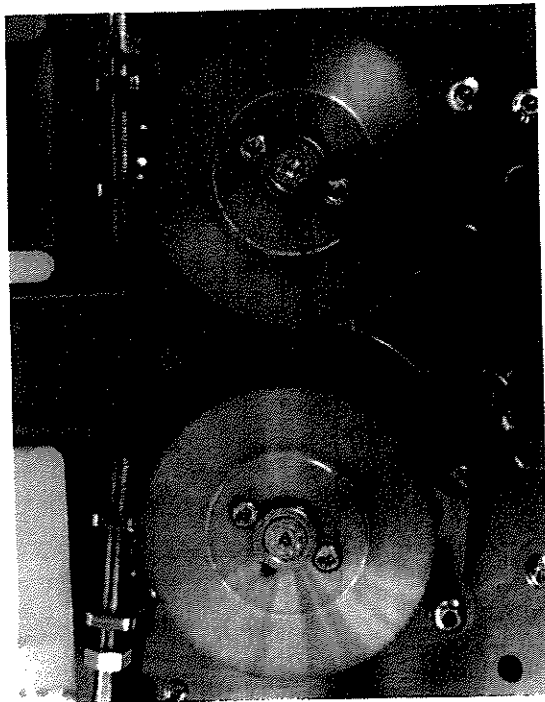

Fig. 4.8.2
3. L'ultima operazione da effettuare è la regolazione dei coltelli che viene effettuata agendo sui due pomelli "regolazione taglio coltelli" impostando la giusta incisione, in modo tale da tagliare completamente la guaina ma non incidere la parte interna di rame (vedi fig. 4.8.2).